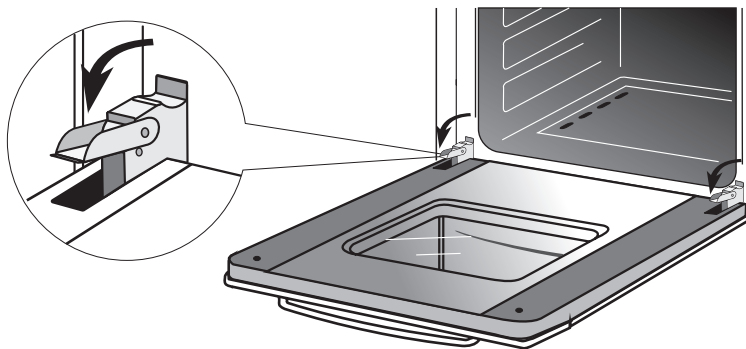

Рис. 2
- поднимите и поверните до упора рычаги, расположенные на двух шарнирах (рис. 2),